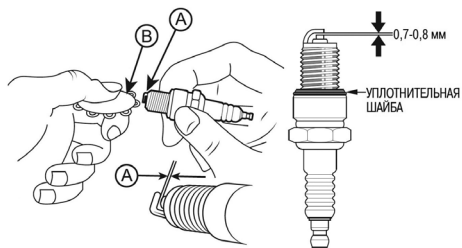

Рис. 26. Проверка межэлектродного зазора
4. Измерьте зазор А между электродами свечи зажигания специальным щупом В. Зазор должен быть $0,7-0,8$ мм (Рис. 26). При увеличении или уменьшении требуемого зазора, рекомендуется заменить свечу, так как регулировка зазора может привести к изменению качества искрообразования.